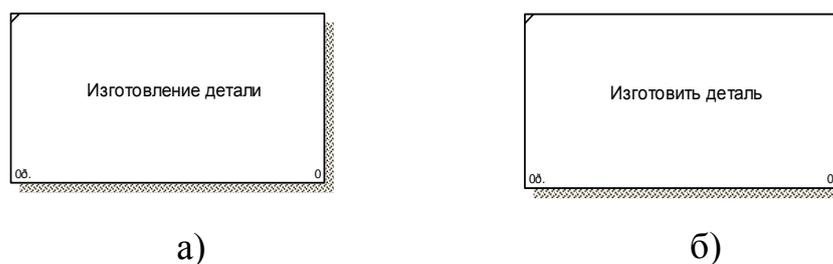

Рисунок 2 – Примеры работ
**Функциональные блоки** обозначают поименованные процессы, функции или задачи, которые происходят в течение определенного времени и имеют распознаваемые результаты. Графически функциональные блоки изображаются в виде прямоугольников. Все блоки должны быть названы и определены. Имя функционального блока должно быть выражено сочетанием отглагольного существительного, обозначающего процесс, или глаголом (рис. 2).